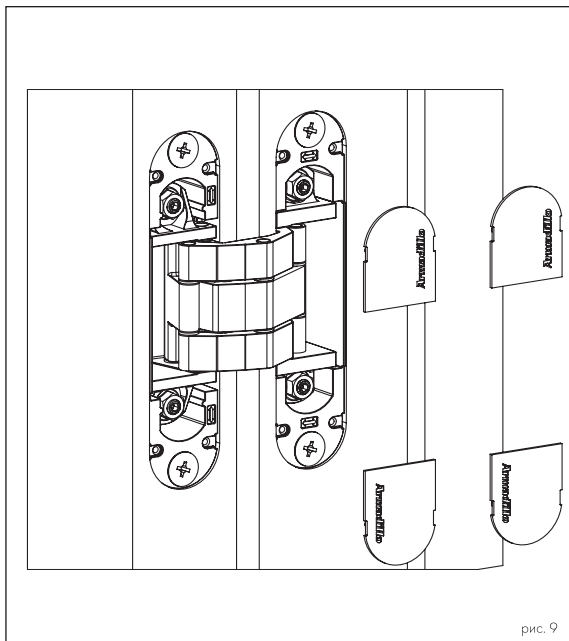

рис. 9
5. Установить декоративные наклейки (см. рис. 9).